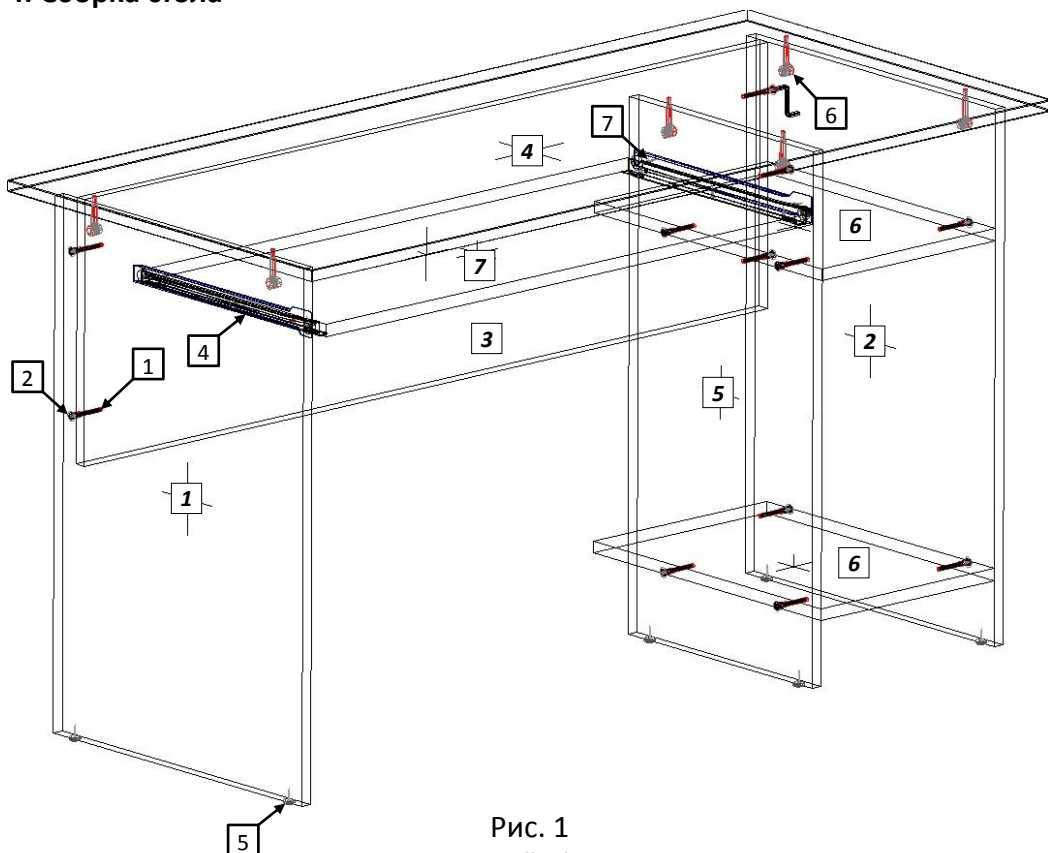

Рис. 1
- 4.3 Евровинтами (1), как показано на рис. 1, соедините боковые стенки стола [1,2] с вертик. стенкой [3]; вертикальную боковую стенку [2] – со средней стенкой [5] и горизонтальными стенками [6]. Установите крышку. Затяжка соединения производится путём поворота эксцентриков до упора в направлении стрелки, выштампованной на корпусе стяжки. Закройте головки евровинтов (1) заглушками (2).